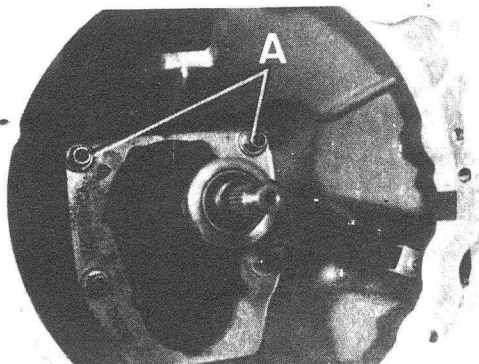

Fig. C1-101 Cárter de embrague
1.2. Desmontar los elementos de fijación, A (Fig. C1-101) que unen el cárter de embrague al cárter caja de velocidades.
- 2.5. Fijar el cárter de embrague (Fig. C1-101) al cárter caja de velocidades por medio de sus elementos de fijación, A, aplicándoles un par de apriete de 6 á 7,5 mkg.